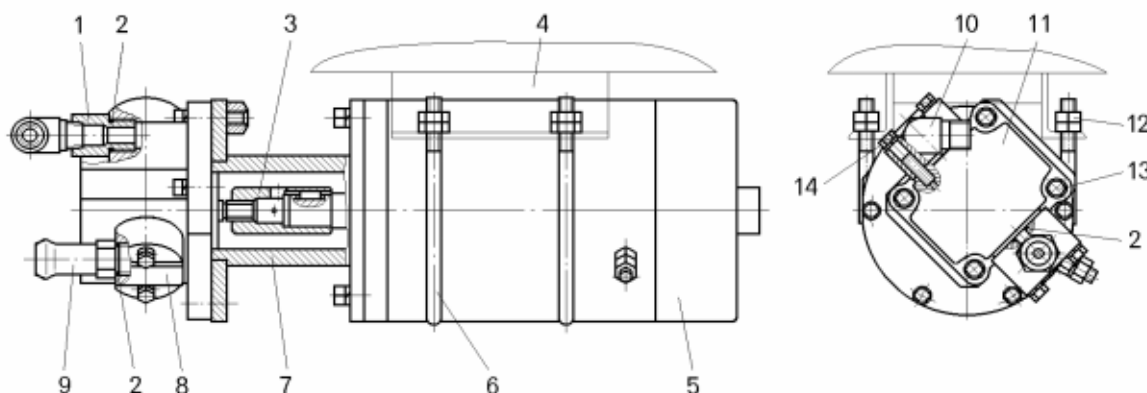

Рисунок 11.12 – Аварийный привод рулевого управления:
- пометить взаимное расположение насоса 11 (рисунок 11.12) относительно переходника 7;